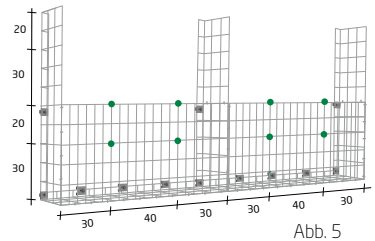

Abb. 5
- Danach bringen Sie die Distanzhalter wie in Abbildung 5 zu sehen an.